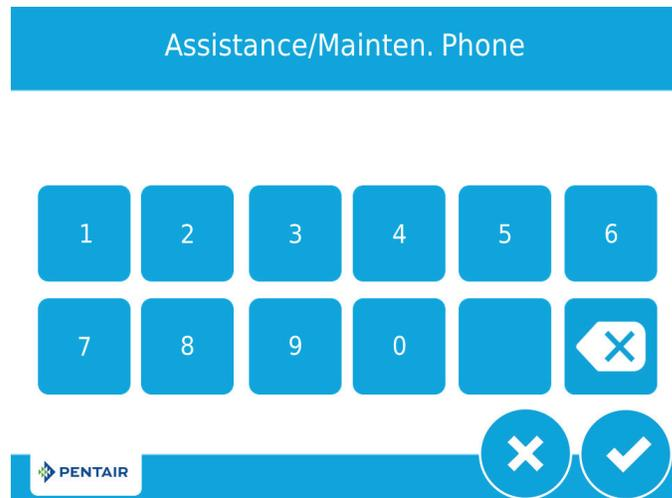

Figure 6 Écran Téléphone Société Entretien
3. Quand vous appuyez sur , l'écran Téléphone Société Entretien (Figure 6) s'affiche.